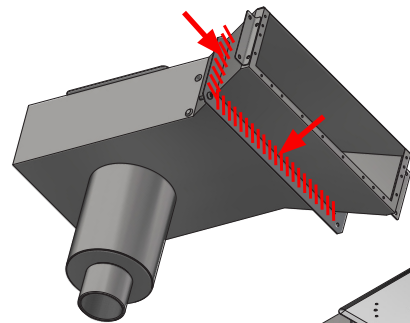

Figure 10.
2. Appliquez le composé d'étanchéité approprié sur le joint entre la bride de coulée et le boîtier du déversoir (voir figure 10).